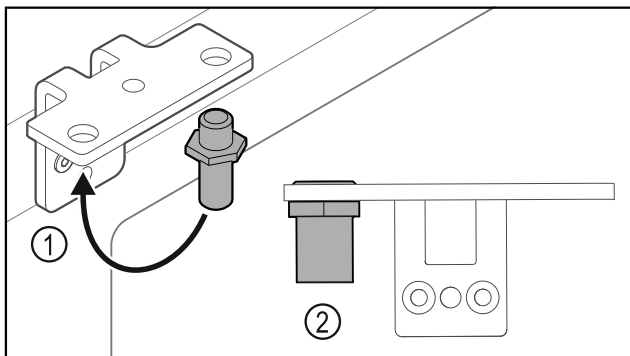

Fig. 33
- Переставьте палец Fig. 33 (1) в шарнирный уголок
- Затяните палец Fig. 33 (2) с моментом 10 Нм